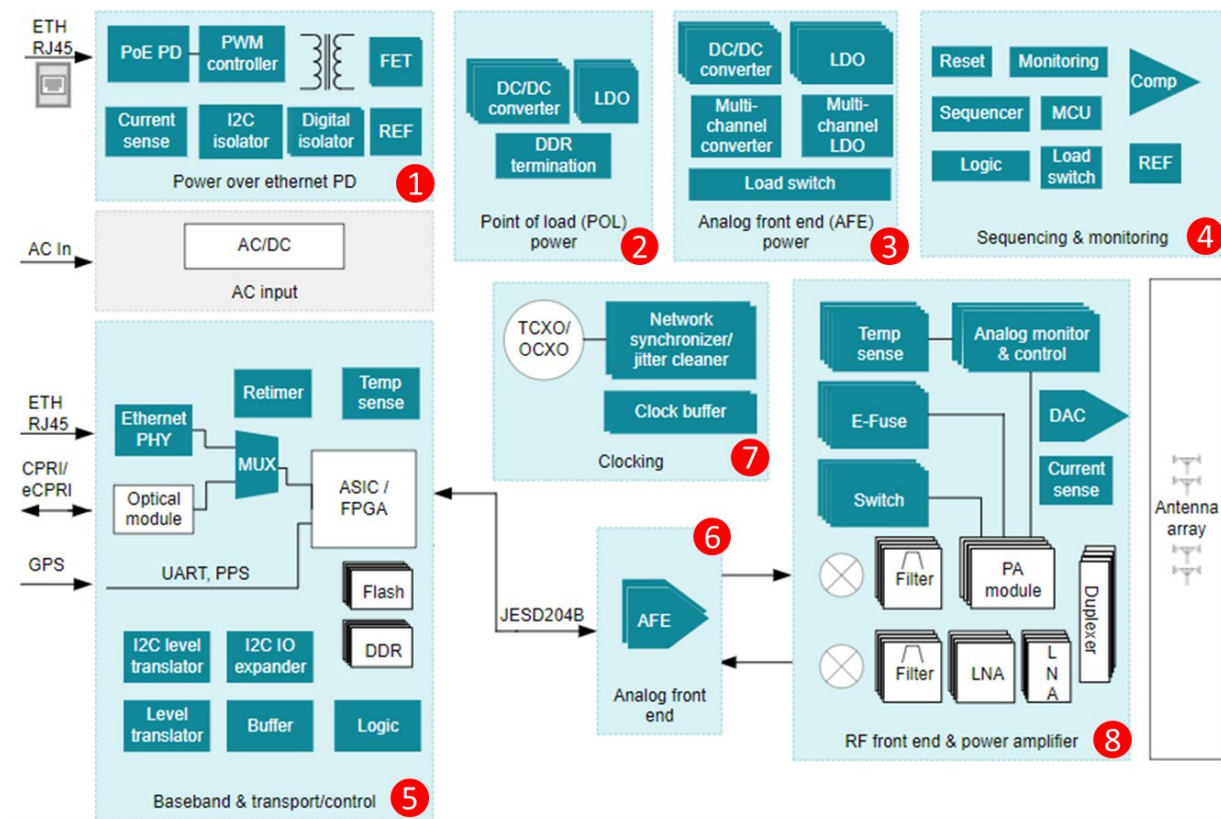

Figure 2. 小站的典型结构框图
如图 2 所示为一个典型的小站架构框图，其中①为 POE 受电部分，小站因为其整机功耗较小，可以使用以太网 POE 进行供电，它是整个小站模块的一级主电源，其输出一般是 48V，这部分可用的 TI 器件有 TPS23523、TPS23730、TPS53688 和 LM34927 等。②为数字电路供电部分，它为在板的数字处理器件（包括 FPGA，ASIC 等）提供电源，其特点是低电压大电流，需要使用具有足够输出电流能力的 DCDC，这部分可用的 TI 器件有 TPS543320 和 TPS7A83A 等。③为模拟部分供电，主要提供射频前端（包括 AFE，PA，LNA 等）有源器件的电源。其特点为需要覆盖的电压范围大，需要使用多路 DCDC 和 LDO 组成供电分配网络，这部分可用的 TI 器件有 TPS22965、LM5122、TPS7A92 和 TPS563212 等。④是时序控制和监控模块，它配合前两部分，提供电源上电时序控制，数字芯片的复位/解复位时序控制，电源电压监控等功能，这部分可用的 TI 器件有 TPS3808、TLV431A 和 TLV1812 等。⑤是数字处理部分，包括一个以 FPGA 或 ASIC 为核心处理器和 Flash ROM、DDR、level shifter、通用逻辑器件等为外设构成的最小系统，结合以太网 PHY，光模块等接口芯片，完成业务数据的收发和处理，这部分可用的 TI 器件有 DP83867IR、DS250DF230、TMP411、TMP1075、TCA9534A 和 PCA9306 等。⑥是 AFE77xx 射频收发器，它完成发射信号的产生和接收信号的采集功能。⑦是时钟模块，提供网络时间同步和恢复功能，并为整版的器件提供统一的同步时钟，这部分可用的 TI 器件有 LMK00105、LMK05318B 和 LMX2582 等。⑧是射频部分，完成发射信号的功率放大和接收信号的低噪声放大功能，除了射频滤波器、耦合器、双工器等无源器件外，主要的有源器件包括 LNA、PA 和 PA 状态监控电路，这部分可用的 TI 器件有 AMC7836、DAC63204 和 INA282 等。下一节将对 PA 状态监控电路做适当展开介绍。